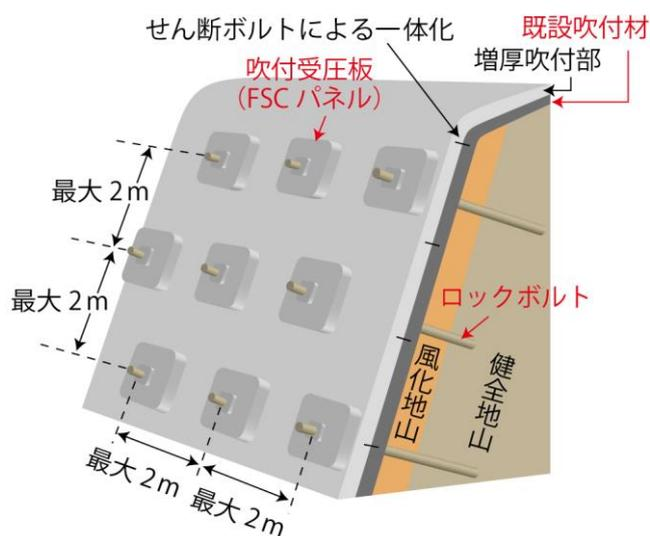

図1 吹付受圧板工法の概念図
- 老朽化した既設吹付材を撤去することなく施工できます（図1）。
- 地山補強材（ロックボルト）と吹付受圧板（FSCパネル）を組み合わせることで、斜面の補強効果が得られ（図1）、従来の工法で斜面補強のために施工していた格子枠などが不要です。